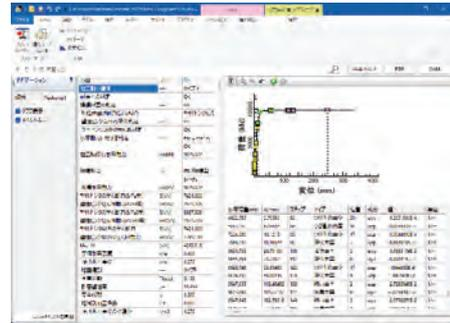

図3 地震時保有水平耐力法による照査
プッシュオーバー解析では各部材のひび割れ、初降伏、終局、せん断耐力というイベントが発生する荷重載荷幅をプログラムが内部で自動決定します。その後、破壊判定(曲げ破壊型、曲げ損傷からせん断破壊移行型、せん断破壊型)を行って照査を実施します(図1、図2、図3)。特徴は下記3点です。
- ・ 照査結果に、荷重-変位曲線、イベント一覧、および地震時保有水平耐力法の照査結果の表示(図3)。